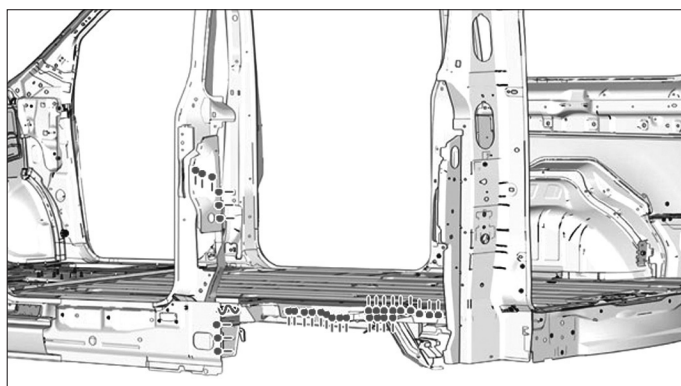

FIG. 102
- Préparer les bords d'accostage et les protéger par un apprêt soudable (Fig.102)